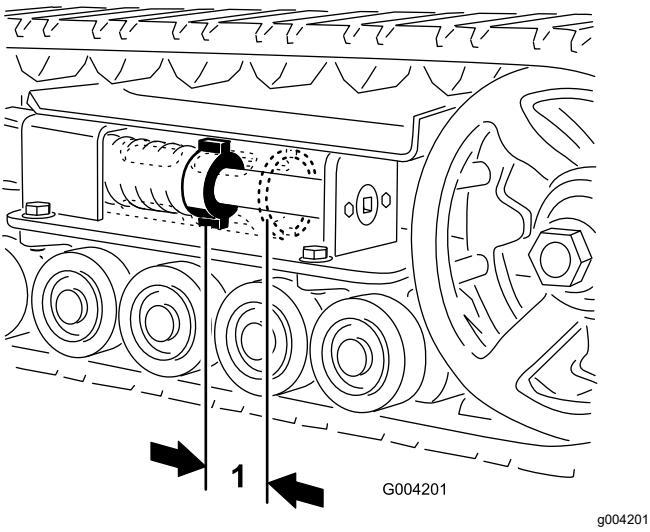

Figura 48
5. Con una llave de vaso de $\frac{1}{2}$ ", gire el tornillo tensor en el sentido contrario a las agujas del reloj hasta que la distancia entre la tuerca tensora y la parte trasera del tubo tensor (Figura 48) sea de 7 cm ($2\frac{3}{4}$ ").
Debería haber 7 cm ($2\frac{3}{4}$ ") entre la tuerca tensora y la parte trasera del tubo tensor (Figura 48). Si no es así, ajuste la tensión de las orugas usando el procedimiento siguiente:
12. Gire el tornillo tensor en sentido antihorario hasta que la distancia entre la tuerca tensora y la parte de atrás del tubo tensor (**Figura 48**) sea de 7 cm (2 3/4").
18. Gire el tornillo tensor en sentido antihorario hasta que la distancia entre la tuerca tensora y la parte de atrás del tubo tensor (Figura 48) sea de 7 cm (2 $\frac{3}{4}$ ").